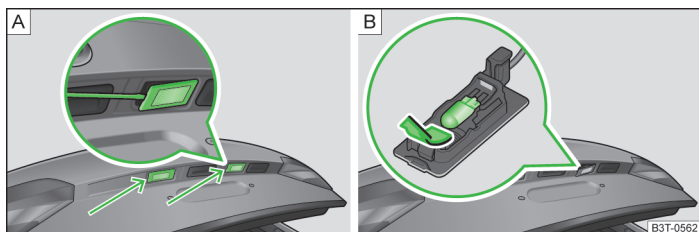

Fig. 210 Demontarea lămpii pentru numărul de înmatriculare / Înlocuirea becului
- Așezați o șurubelniță dreaptă în locul marcat cu săgeată » fig. 210 - [A], apăsați ușor și deblocați arcul.
- Scoateți becul defect din suport, trăgând în sensul săgeții » fig. 210 - [B].